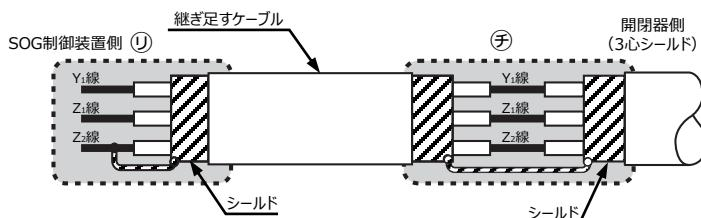

図11 ケーブルの継ぎ足し
- Ⓑ 閉閉器側制御ケーブルの端末は、シールド線をZ2端子にはんだ付けしていますので、継ぎ足す場合にはシールド線を外し、端子記号を合わせて接続してください。また閉閉器側のY1、Z1、Z2のシールド線と継ぎ足すケーブル側のシールドを接続してください。(図11)
- Ⓐ 継ぎ足した側のケーブル端末は、SOG制御装置側でシールドとZ2端子を接続してください。(図11)